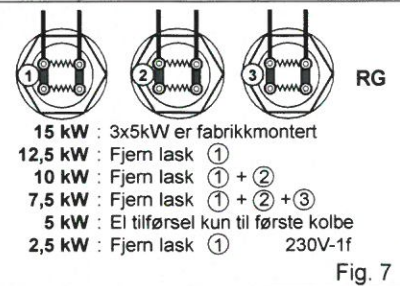

Fig. 7
- 3. Valgfri effekt** : 15kW std. 12,5kW fjern lask (1). 10 kW fjern (1) & (2), 7,5kW fjern laskene (1), (2), og (3). Kun én kolbe: 2,5 eller 5kW 230V-1f. fig 7.